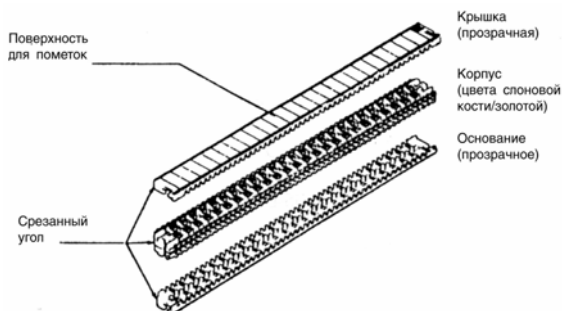

Рис. 6.1. Модуль MS² 4000-D
6.1.2. Модуль MS² 4000-D предназначен для одновременного, прямого соединения двадцатипяти пар жил. Модуль состоит из трех частей; основания, корпуса и крышки (рис. 6.1).